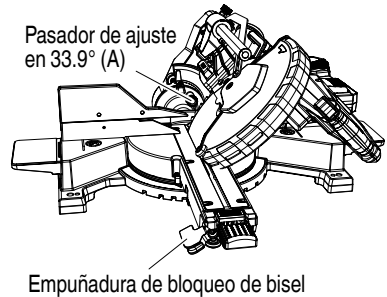

Fig. 33
6. Pasador de ajuste de 33.9° (A) para moldeados de corona (Fig. 33)
- (1) Empuje el pasador de ajuste del bisel (A) hacia la parte trasera de la máquina.
- (2) Afloje la empuñadura de bloqueo del bisel.
- (3) Inclíne el cabezal de corte hasta que el pasador de ajuste (A) pare el ángulo de bisel a 33.9° sobre la escala del bisel.
- (4) Apriete la empuñadura de bloqueo del bisel para bloquear el cabezal de corte en posición. (refiérase a la Fig. 33)